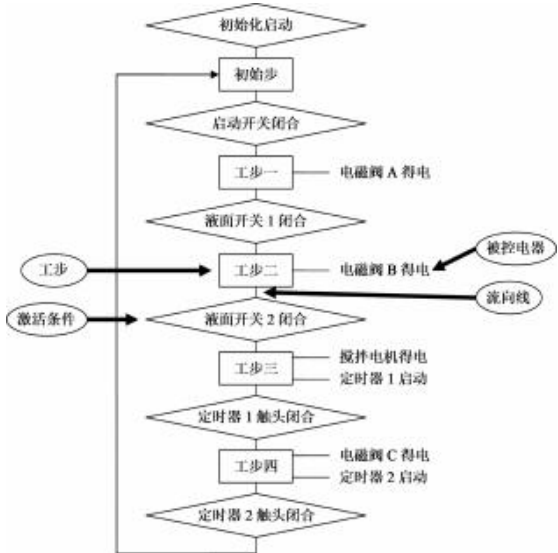

图 1 流程图
分别控制哪些被控电器,更清晰地表达出工作过程中关闭当前工作步激活后续步的所需条件,人们用方形框来表示“工步”(工艺步的简称),用菱形框来表示“激活条件”(关闭当前工作步激活后续步的所需条件的简称),用方形框和菱形框之间的垂直线段来表示工作过程的“流向路线”,用方形框右边标注的文字来表达出“被控电器”,于是画出了如图 1 所示的工艺流程图(也称工作流程图),通常直接简称为流程图。
从图 1 可以看出,画流程图的要点是:必须符合工作过程和控制要求,必须遵循工步与工步之间有激活条件、激活条件与激活条件之间有工步、工步的右边有被控电器、工步与激活条件之间有流向线的原则。同时还可看出,工步、激活条件、流向线和被控电器是构成流程图的四大要素。
- 以下图1为闪烁发光二极管接交流电源的电路原理图,整流桥可用4只1N4007组成。最简单的是用贴片整流桥省事且小巧又不占空间。通过整流桥正极端与一只降压电阻降压后再与闪烁发光二极管正极连接的,其负极端与整流桥负极连接。为使输出的直流电压稳定,再用一只电解电容器,并接于降压电阻后端与整流桥负极性端作整流滤波。